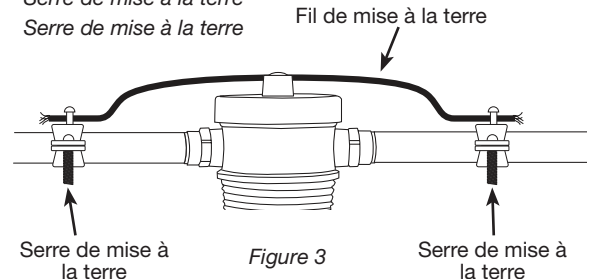

Figure 3
5. Installez l'ensemble de mise à la terre WHKF-GRND de Whirlpool, vendu séparément, dans les systèmes de conduites en métal (voir la Figure 3).